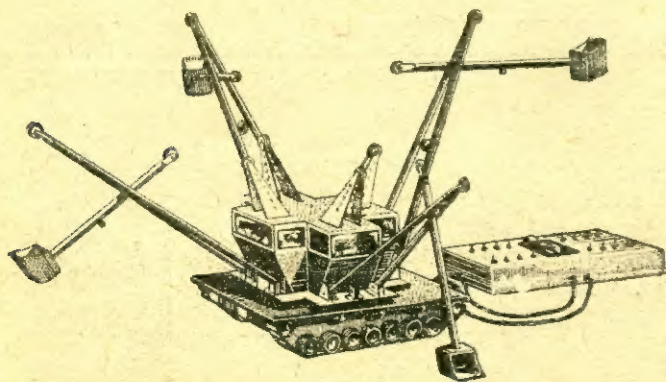

РИС. 1. МОДЕЛЬ ЧЕТЫРЕХКОВШОВОГО ЭКСКАВАТОРА.
**Ч**етырехковшового экскаватора (рис. 1), модель которого представили умельцы из клуба «Юный техник» поселка Сетунь (Москва), в действительности еще нет. Но кто знает, не станет ли скоро обычным такой механизм в карьерах, на мелиоративных работах, на стройках? А пока модель Толи Бородских, Коли Дроздова, Вити Князева, Валерия Кубанова, Сережи Савостьянова, Леши Шаблова удивляет посетителей павильона: четыре ковша работают одновременно. «Оживляют» экскаватор восемь электрических двигателей: четыре, размещенные в кабине, приводят в движение стрелы и ковши; два обеспечивают круговое вращение кабины; два — передвижение модели по поверхности. Пульт дистанционного управления состоит из понижающего трансформатора, регулятора напряжения и семи тумблеров.